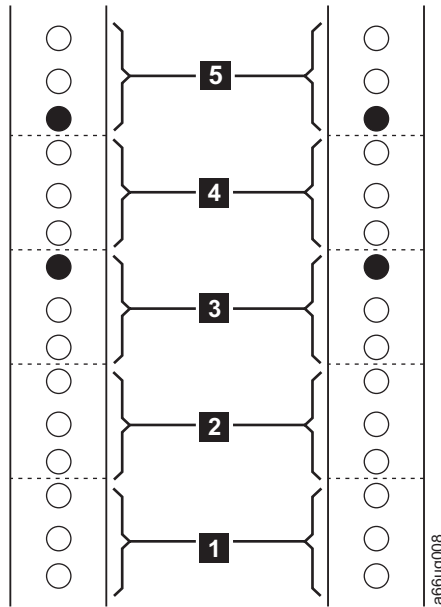
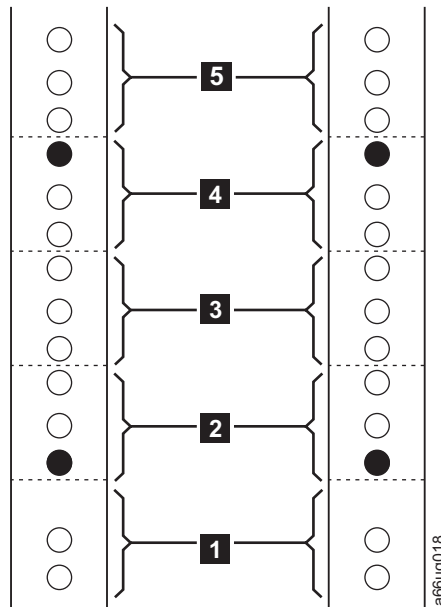

Abbildung 3-4. EIA-Identifikation und Position der Schienenbolzen für die VORDEREN vertikalen Rackschienen
Abbildung 3-5. EIA-Identifikation und Position der Schienenbolzen für die HINTEREN vertikalen Rackschienen
1. Bringen Sie mit einem Stift eine Markierung unter der ersten EIA-Einheit (**1** in Abb. 3-4 und **1** in Abb. 3-5) der in den einzelnen vertikalen Schienen des Racks ausgewählten fünf EIA-Einheiten an. Die Unterseite des Schienenfachs muss an dem unteren Loch der ersten EIA-Einheit in den vorderen vertikalen Schienen des Racks ausgerichtet sein.
2. Die Schienenbolzen befinden sich an der Vorder- und Rückseite der einzelnen in dem Rackeinbausatz enthaltenen Schienen. Die Schienenbolzen werden in die Positionen eingesetzt, die in Abb. 3-4 und Abb. 3-5 durch schwarz ausgefüllte Kreise angegeben sind.
- Oberes Loch der dritten EIA-Einheit (**3** in Abb. 3-4 auf Seite 3-8).
- Unteres Loch der fünften EIA-Einheit (**5** in Abb. 3-4 auf Seite 3-8).
- Unteres Loch der zweiten EIA-Einheit (**2** in Abb. 3-5 auf Seite 3-8).
- Oberes Loch der vierten EIA-Einheit (**4** in Abb. 3-5 auf Seite 3-8).
- Oberes Loch der ersten EIA-Einheit (siehe Abb. 3-4 auf Seite 3-8)
- Unteres Loch der dritten EIA-Einheit in den vertikalen Rackschienen (siehe Abb. 3-4 auf Seite 3-8)